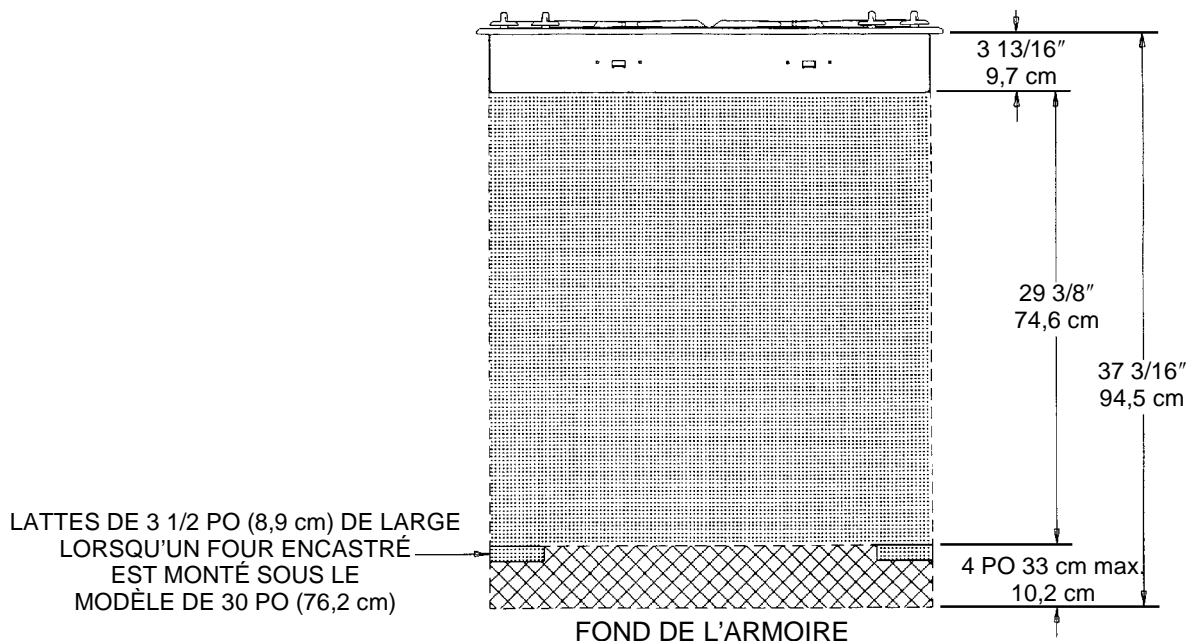

FIGURE 6
**REMARQUE 1 :** La pose de cet appareil et son raccordement au gaz et à l'électricité doivent être effectués avant la pose du four. Voir les illustrations (Informations sur le câblage électrique, page 7, figure 6) pour l'emplacement recommandé pour le raccordement à l'alimentation électrique.
Cet appareil est équipé d'un cordon d'alimentation avec raccordement à la terre. Il doit être branché dans une prise de courant reliée à la terre. Il est recommandé, pour plus de facilité, que la prise soit placée (en référence à la figure 6) tel qu'indiqué en A ou B ci-dessous :
- A. Si aucun autre appareil ne doit être posé sous cette plaque de cuisson dans le périmètre de la partie ombrée ou de la partie hachurée indiquée à la figure 6.
1. dans la partie hachurée indiquée à la figure 6 ou
Si un four encastré doit être posé sous cet appareil et que la prise de l'appareil monté sur le comptoir doit être posée dans la partie hachurée indiquée à la figure 6 :